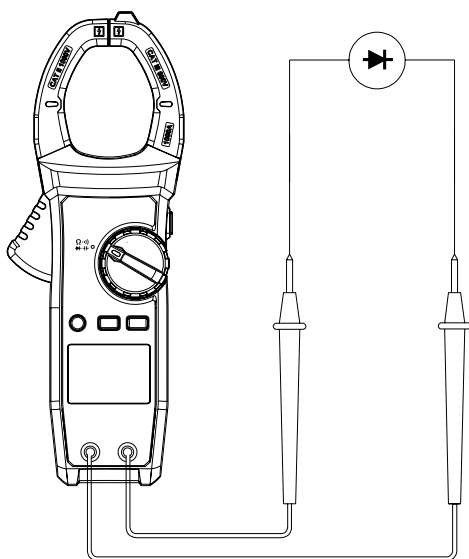

Рис.9 Проверка диода
- 2) Установите переключатель на « $\rightarrow$ »), нажмите SELECT, для выбора режима проверки диода « $\rightarrow$ »). Подсоедините щуп красного тестового провода к аноду (+) проверяемого диода, а черный – к его катоду (-) (см. рис. 9).